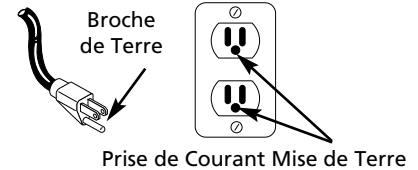

Figure 3 - Méthode de mise à la terre
3. Ce produit est conçu pour l'utilisation d'un circuit de 120 volts et a une fiche de mise à la terre comme celle indiquée sur la Fig. 3. Assurer que le modèle est